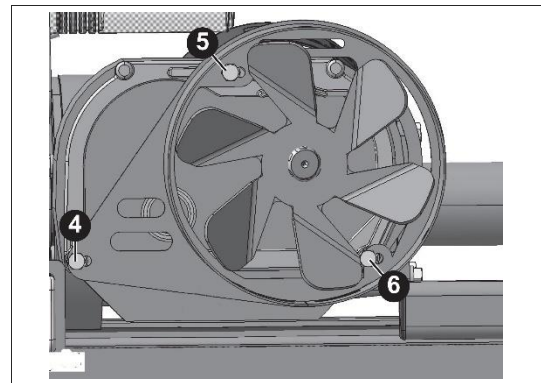

図 38
- 3) 3つの固定ネジ(4、5、6、図 38)を外して、ファンカバーを取り外してください。